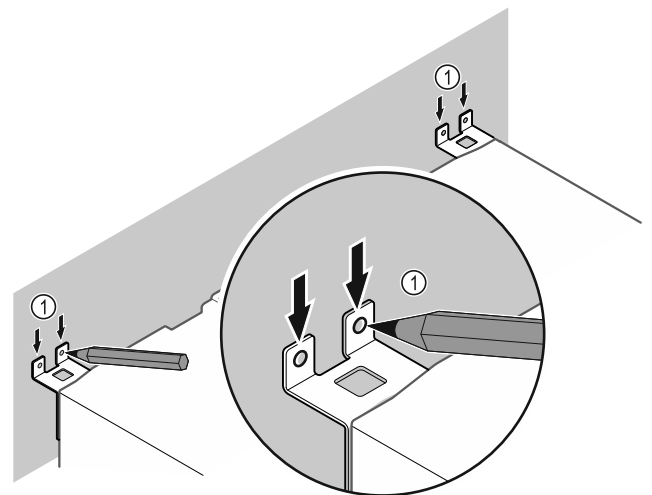

Fig. 70
- ▶ Markierungen an der Wand setzen Fig. 70 (1).